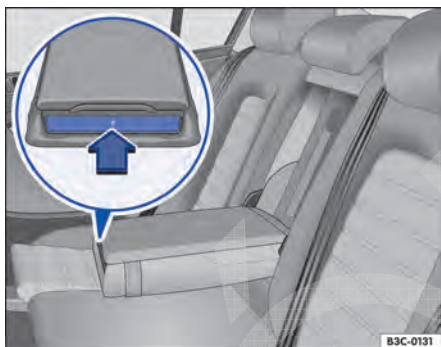

Fig. 130 No descansa-braço central traseiro: estender o porta-copos.
- Pressionar a parte dianteira do console central \Rightarrow Fig. 130 no sentido da seta. O porta-copos se estende.